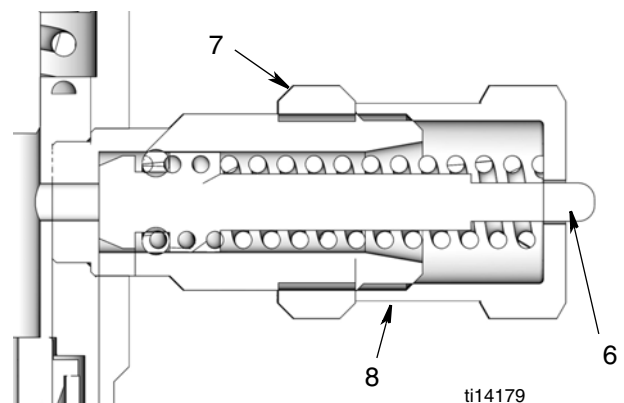

FIG. 1
I numeri di riferimento si riferiscono alle parti (FIG. 1 e pagina 3).
Per prevenire guasti ai componenti, il dado di regolazione (8) non deve essere esteso oltre la posizione completamente retratta del pistone (6). Vedere FIG. 1.